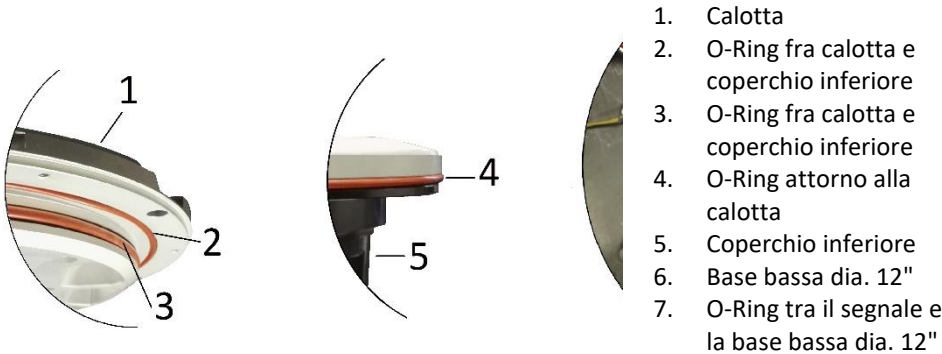

Figura 24– Guarnizioni del segnale
- due guarnizioni O-Ring fra calotta e coperchio inferiore (Figura 24- n°2 e 3);
- una guarnizione O-Ring attorno alla calotta (Figura 24- n°3);
- una guarnizione O-Ring fra il segnale e la base bassa dia. 12" (Figura 24- n°7);
- guarnizioni prisma montate tra calotta e prisma (Figura 24- n°2).